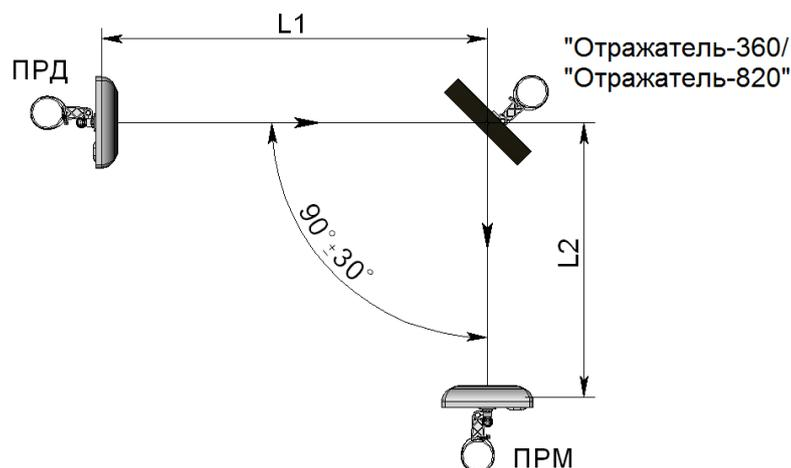

Рисунок 2.14 – Установка извещателей с применением отражателя «Отражатель-360» («Отражатель-820»)
2.3.9.2 При работе извещателей «ФОРТЕЗА-50А», «ФОРТЕЗА-100А», «ФОРТЕЗА-200А» с «Отражателем-360» (см. рисунок 2.14) суммарная длина зоны обнаружения $L1+L2$ (где $L1$ – расстояние между блоком ПРД и отражателем, $L2$ – расстояние между отражателем и блоком ПРМ) не должна превышать: